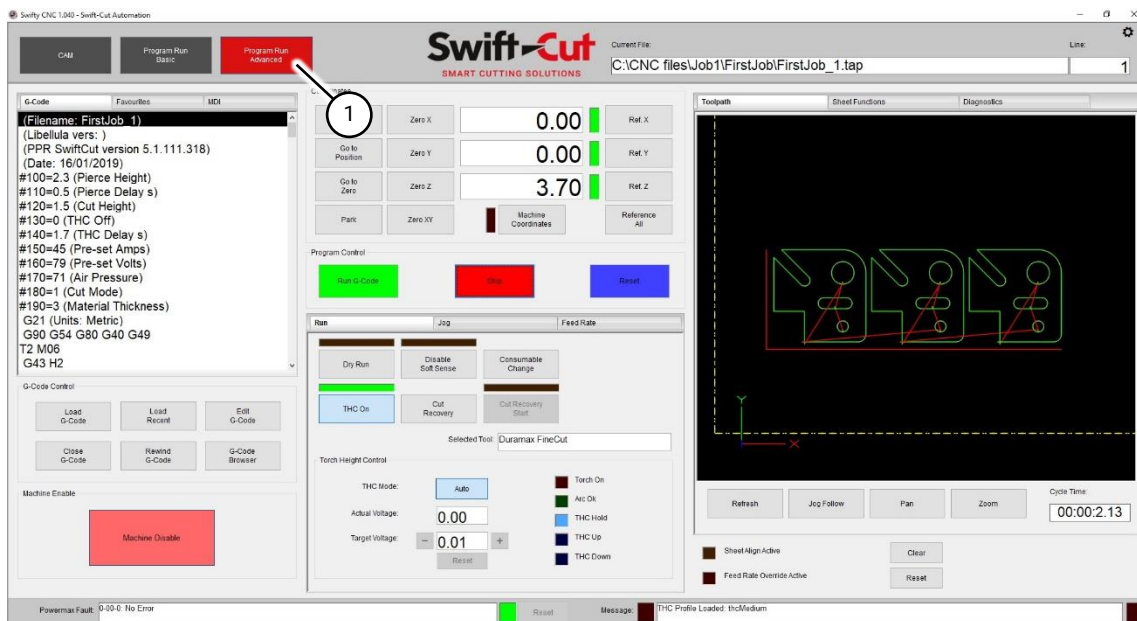

Fig 74 Ecran avancé
1. L'écran Exécution de Programme Avancé (Fig 74 (1)) offre des fonctionnalités supplémentaires par rapport à l'écran Exécution de Programme de Base.